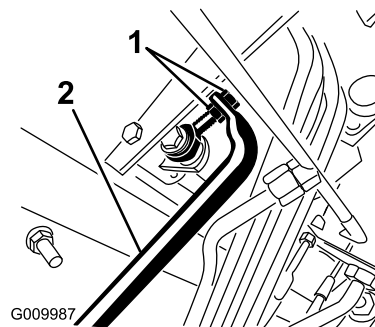

Bild 72
5. Stellen Sie die Klemmmuttern am Pumpenstangenende ein, um das Pumpensteuerungsrohr nach vorne zu verschieben, um ein Kriechen nach vorne zu vermeiden, oder um das Pumpensteuerungsrohr nach hinten zu verschieben, um ein Kriechen nach hinten zu vermeiden (Bild 72).